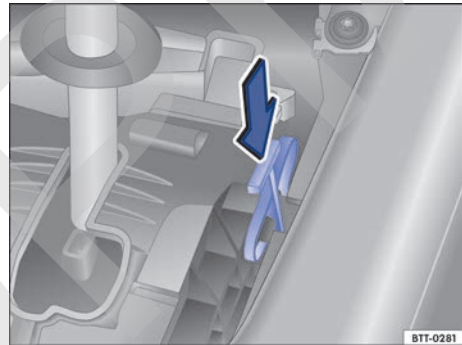

Fig. 106 Desbloqueo de emergencia de la palanca selectora.
- Presione la palanca de desbloqueo con cuidado en el sentido de la flecha con la hoja plana del destornillador de las herramientas de a bordo y mantenga la palanca en esta posición → fig. 106.